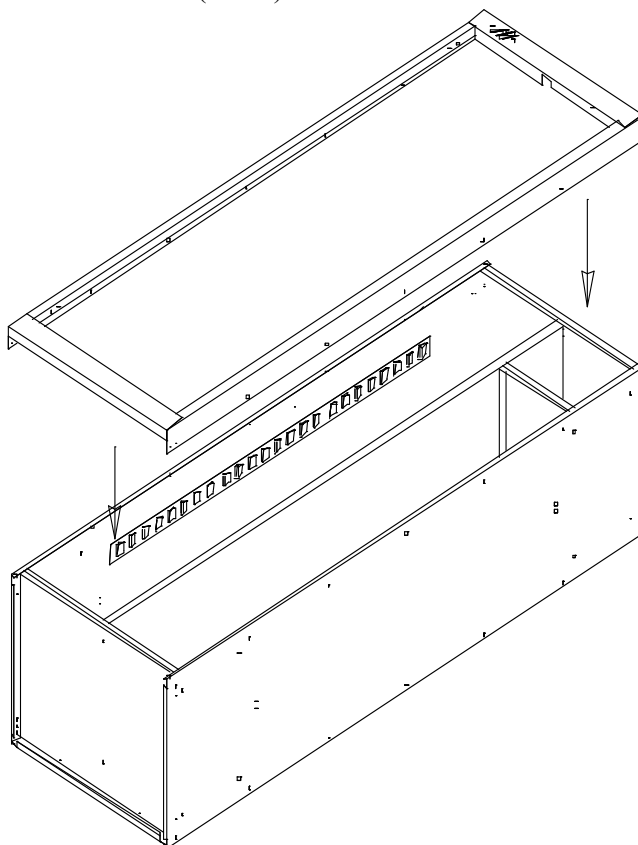

Рис.5
3.5. Установить панель лицевую. Отверстия для вентиляции расположить в верхней части шкафа. Закрепить заклёпками на боковых стенках. (Рис.5)